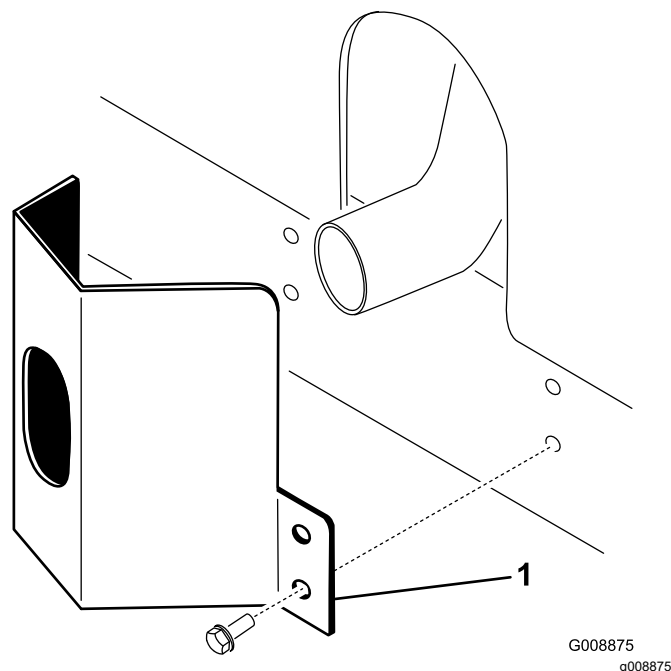

Figura 11
os orifícios de montagem com os orifícios no chassis (Figura 11).
2. Prenda a cobertura do escape ao chassis utilizando 4 parafusos autorroscantes (Figura 11).